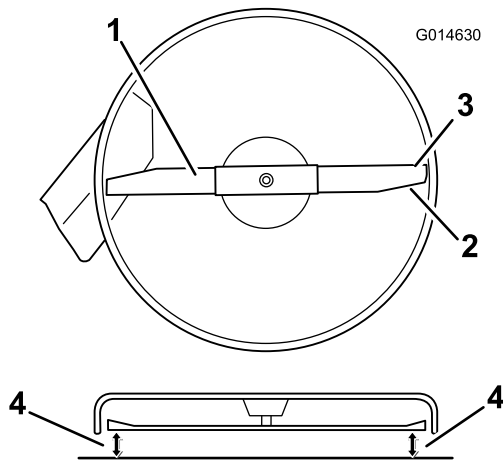
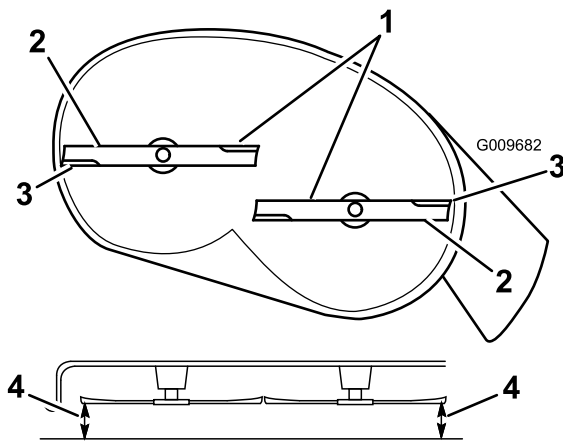

Figura 60
Figura 61
4. Gire cuidadosamente las cuchillas hasta que estén todas orientadas lateralmente (Figura 60 y Figura 61).
5. Mida entre los filos de corte exteriores y la superficie plana (Figura 60 y Figura 61).